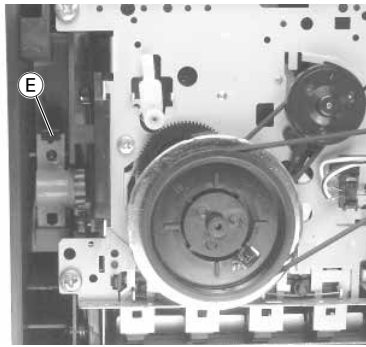

Fig. 28
- Die Rastnase **E** (Fig. 28) ausrasten und die Cassettentürbremse M9¹ herausnehmen.
- Disengage catch **E** (Fig. 28) and remove brake M9¹ of the cassette door.